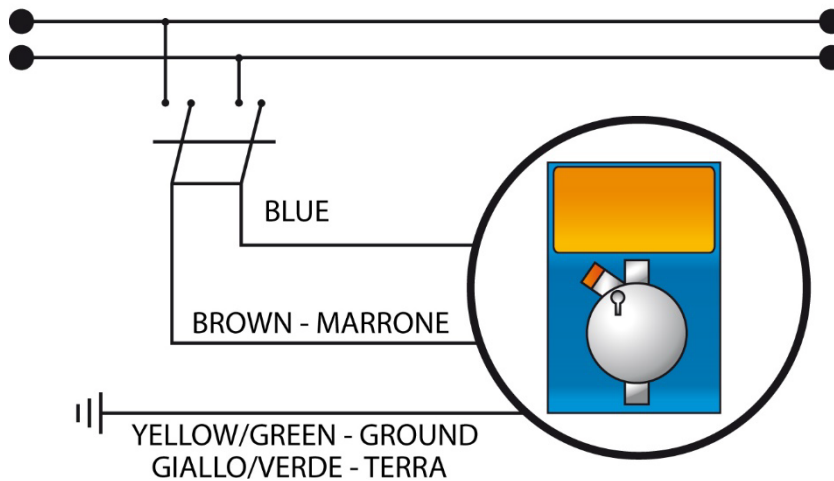

Abb. 4 – Anschluss an die Stromversorgung
- Sicherstellen, dass die Stromversorgung des Gerätes an beiden Polen unterbrochen ist. Hierzu die Trennschalter mit einem Mindestabstand von 3 mm zwischen den Kontakten öffnen (Abb. 4).